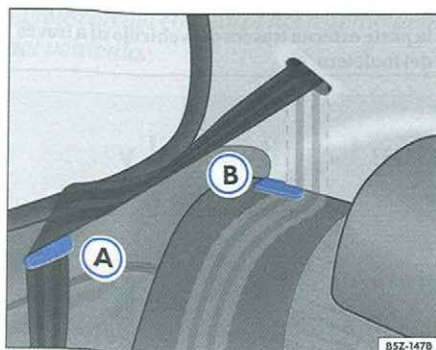

Fig. 76 Posicionador del cinturón de seguridad para abatir el asiento
- Colocar las cintas de los cinturones de seguridad en sus respectivos posicionadores ⇒ fig. 76 (A) para versiones **2 puertas** y (B) para versiones **4 puertas**.
- Retire las cintas de los cinturones de seguridad de los posicionadores ⇒ fig. 76 (A) y (B). Para los vehículos con cinturones de tres puntos, recoloque las lengüetas en los respectivos cierres.